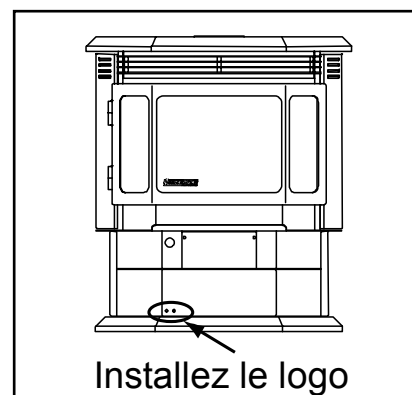

Figure 22.4
3. Installez le logo sur le côté gauche inférieur du panneau central en enfonçant les 2 goujons dans les trous préalablement forés. Voir la **figure 22.4**.